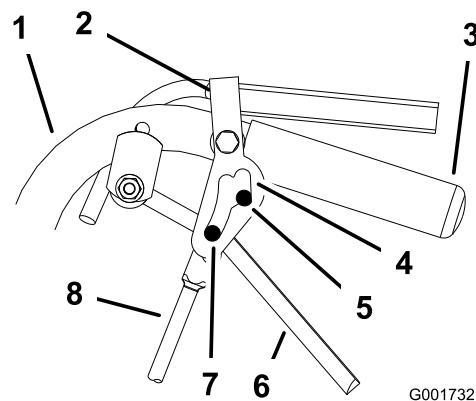

Figura 38
- Quite y ponga el bloqueo de punto muerto comprobando que la rueda no gira (Figura 38). Continúe con este proceso hasta que la rueda no gire.